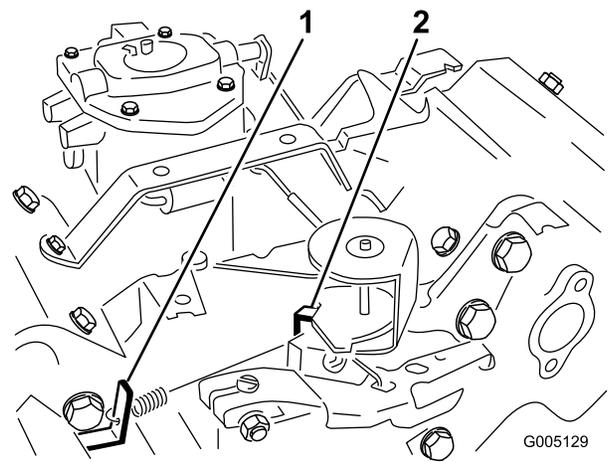

Figura 48
3. Piegate la linguetta di ancoraggio della molla regolata al minimo (Figura 48) per ottenere un minimo di 1650 ± 100 giri/min. Controllate la velocità con un tachimetro.
5. Mettete il comando dell'acceleratore in posizione Fast. Piegate la linguetta di ancoraggio della molla del massimo (Figura 48) per ottenere una velocità massima di 2850 ± 50 giri/min.